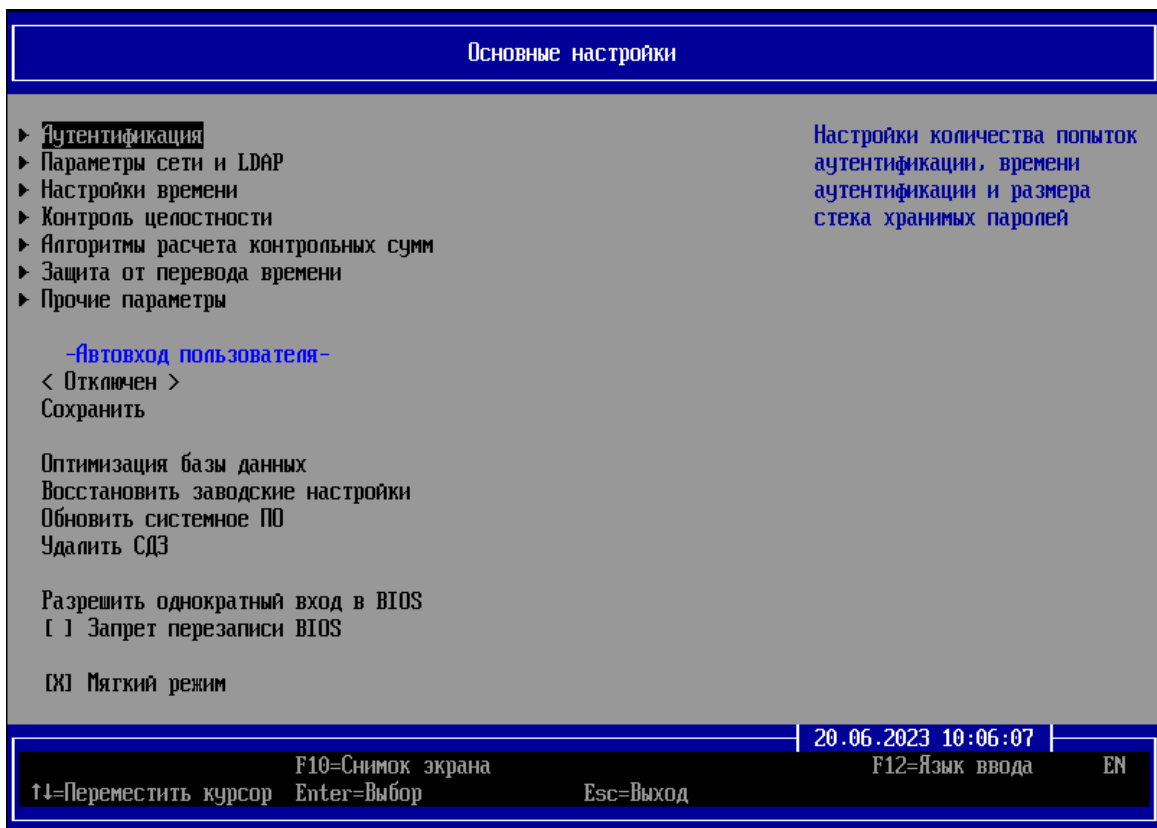
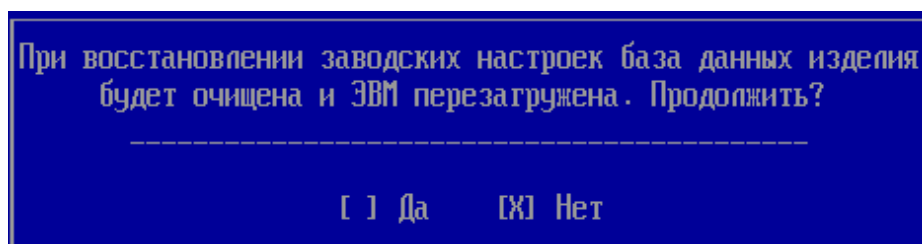

Рисунок 2.1 – Содержимое пунктов подраздела **«Основные настройки»**
Рисунок 2.2 – Восстановление заводских настроек изделия
2.2 Для восстановления параметров изделия к стандартным заводским настройкам из псевдографической консоли АБ необходимо в главном окне консоли АБ перейти в подраздел **«Основные настройки»**, выбрать пункт **«Восстановить заводские настройки»** (рисунок 2.1) и нажать клавишу **< Enter >**, при этом на экран ЭВМ будет выведено диалоговое окно (рисунок 2.2).